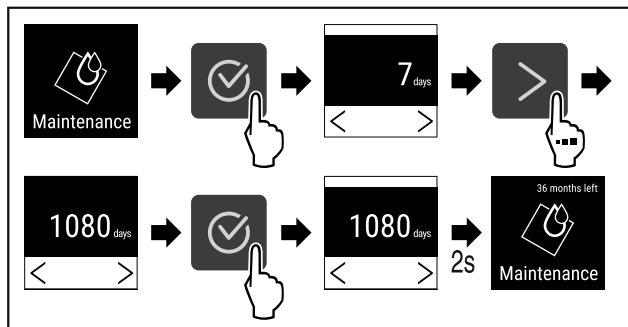

Fig. 68
- ▶ Провести етапи операцій (див. Fig. 68).